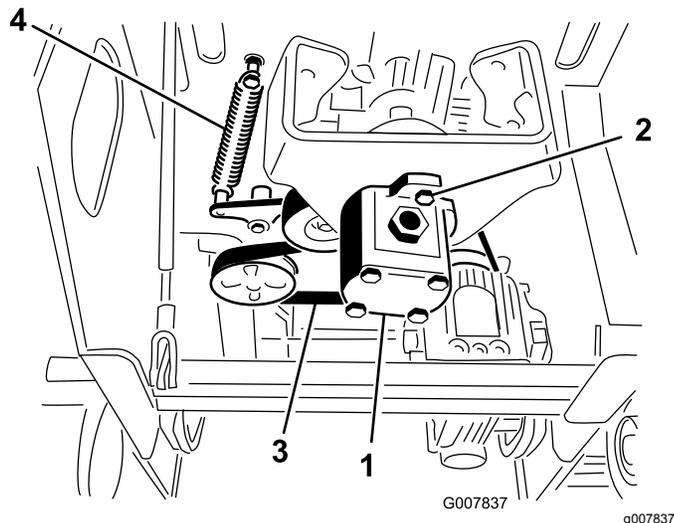

図 47
5. ポンプボルト2本をゆるめる 図 47。
6. ポンプを左方向にひねってプーリから外す 図 47。
7. スプリングプラー 特殊工具代理店でお求めください または頑丈な金属製のフックを使って、アイドラプーリのスプリングをボルトから引き離し、ベルトのテンションをゆるめる 図 47。